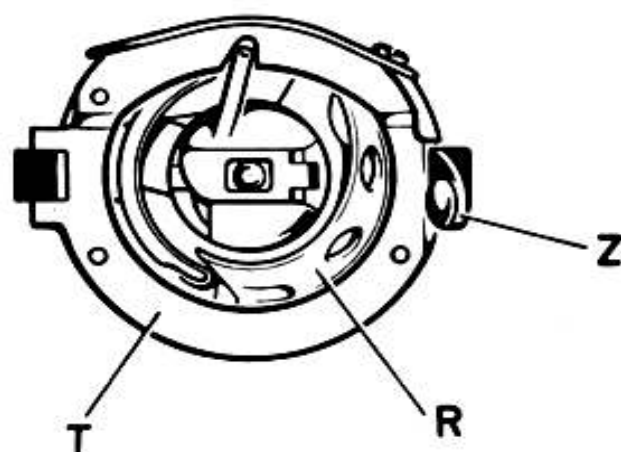

Fig. 22
- Push spring « Z » sideways with thumb of right hand (Fig. 22).